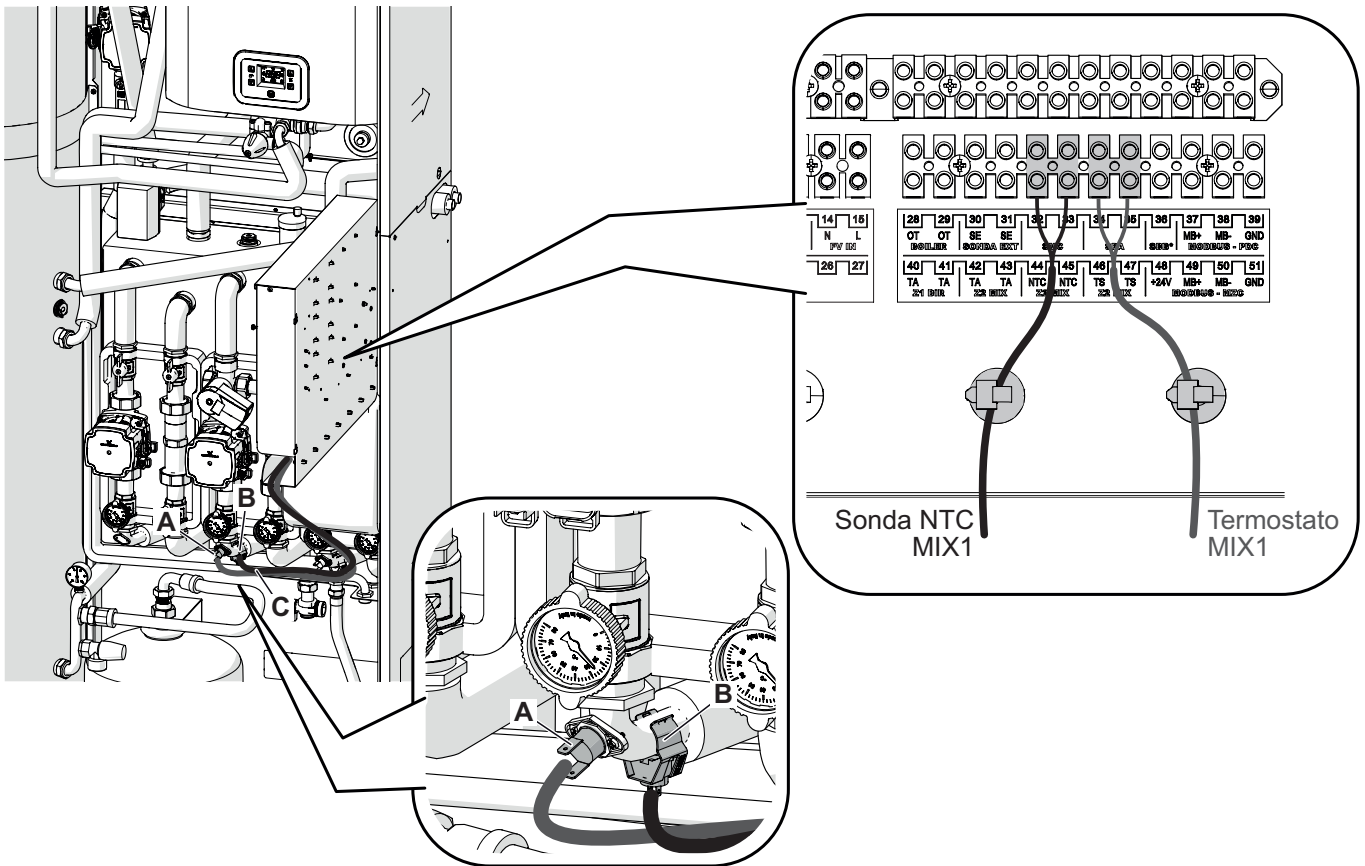

Figura 2.39
- Installare il termostato (A) e la sonda NTC (B) come indicato in Figura 2.39, far scorrere i relativi cavi lungo i tubi (C), tagliarli a misura e collegarli alle morsettiere. Bloccarli con l'apposita fascetta (Figura 2.39).